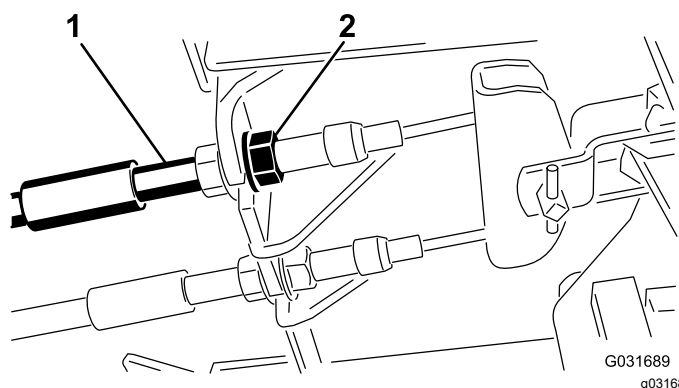

Figura 56
1. Para reducir la holgura de los pedales de freno, apriete los frenos aflojando la tuerca delantera del extremo roscado del cable de freno (Figura 56).